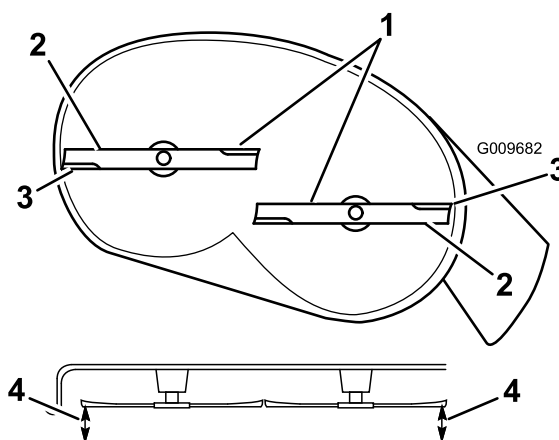

Figura 52
4. Gire cuidadosamente las cuchillas hasta que estén todas orientadas lateralmente (Figura 52).
5. Mida entre los bordes de corte exteriores y la superficie plana (Figura 52). Si hay una diferencia de más de 5 mm entre ambas dimensiones, se requiere un ajuste; siga con este procedimiento.